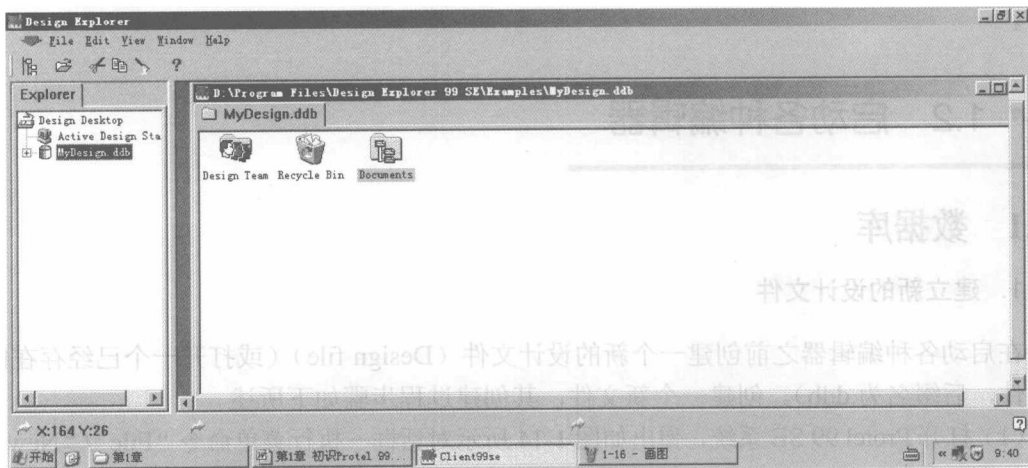
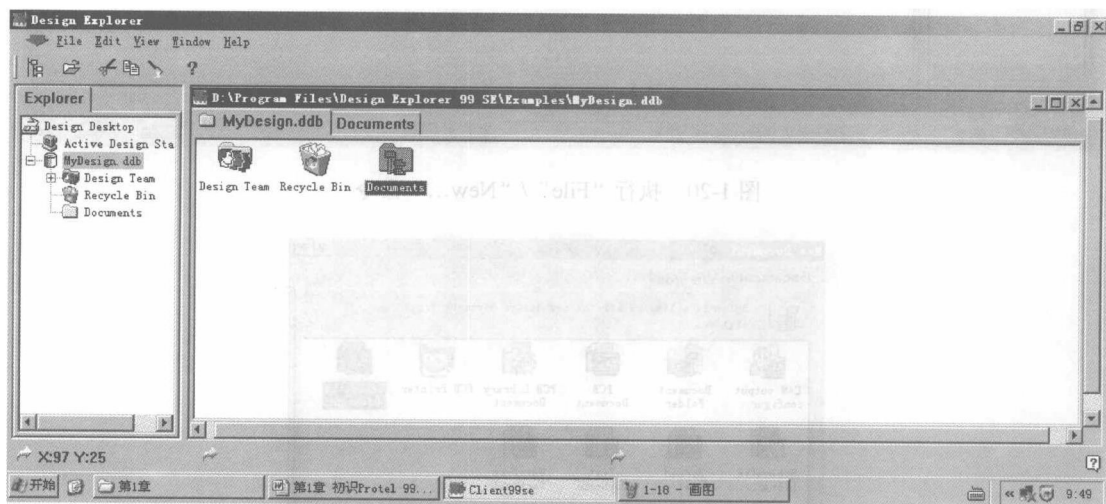
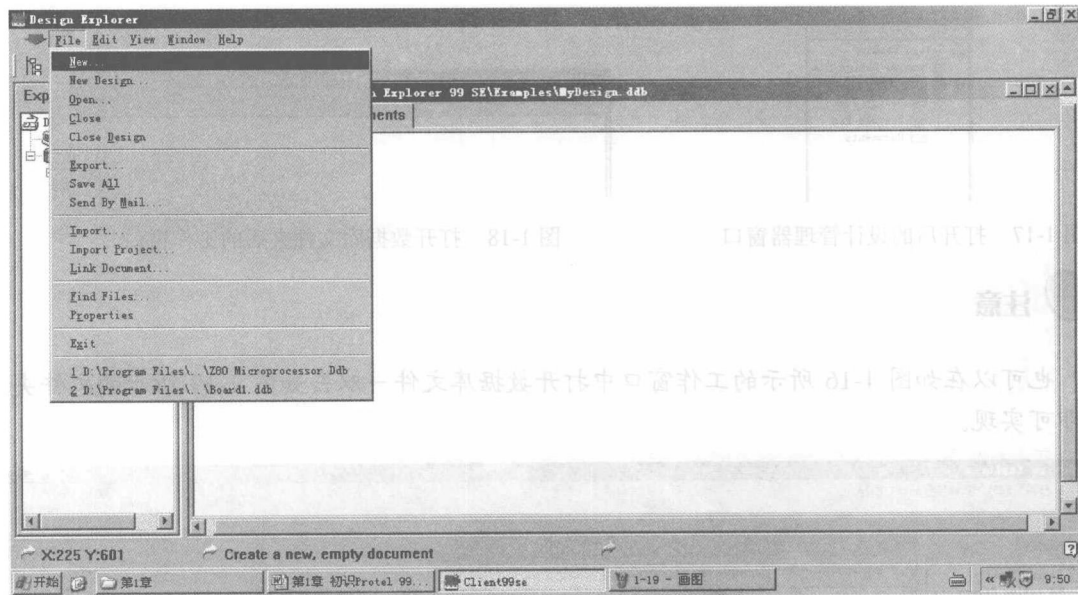
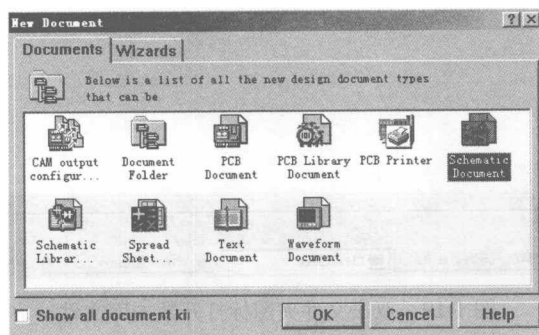

图 1-16 设计数据库文件主窗口
图 1-19 双击文件夹图标打开数据库文件
图 1-20 执行“File”/“New...”命令
图 1-21 “New Document”对话框
(3) 单击 “OK” 按钮后 Protel 99 SE 的主窗口发生改变，如图 1-16 所示。
(1) 单击如图 1-16 所示的设计数据库文件主窗口中 “MyDesign.ddb” 前的  图标或双击该文件打开数据库，打开后的设计管理器窗口如图 1-17 所示。
也可以在如图 1-16 所示的工作窗口中打开数据库文件→双击如图 1-19 所示的文件夹图标即可实现。
(1) 双击如图 1-16 所示的设计数据库文件主窗口中的“Documents”文件夹→弹出如图 1-20 所示的对话框→执行菜单命令“File”/“New...”→弹出如图 1-21 所示的“New Document”（新建文件夹）对话框。